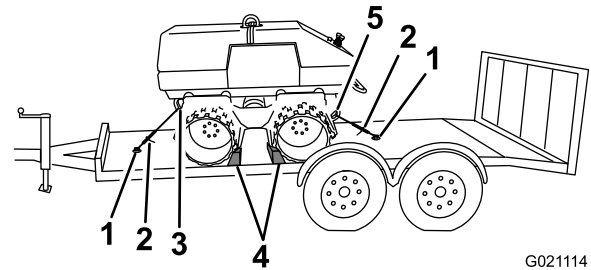

Figura 36
5. Sujete la máquina al vehículo de transporte usando calzos y tensores de cadena entre los anillos de anclaje del vehículo de transporte y los anillos de amarre de la máquina (Figura 36).